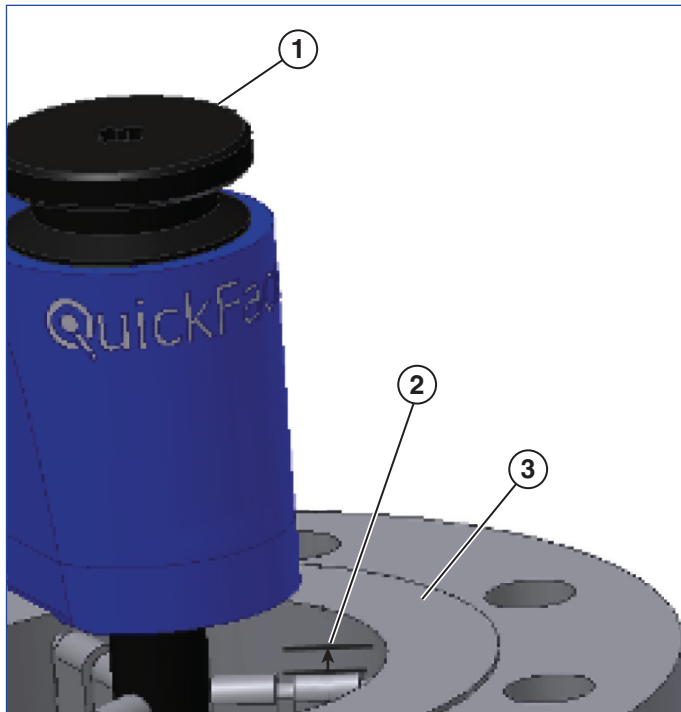

Figuur 9
7. Deze instelschroeven zijn voorzien van messing koppen. Draai aan de snijdiepte-instelknop om de beitelhouder in de ingetrokken positie te plaatsen (zie figuur 9).